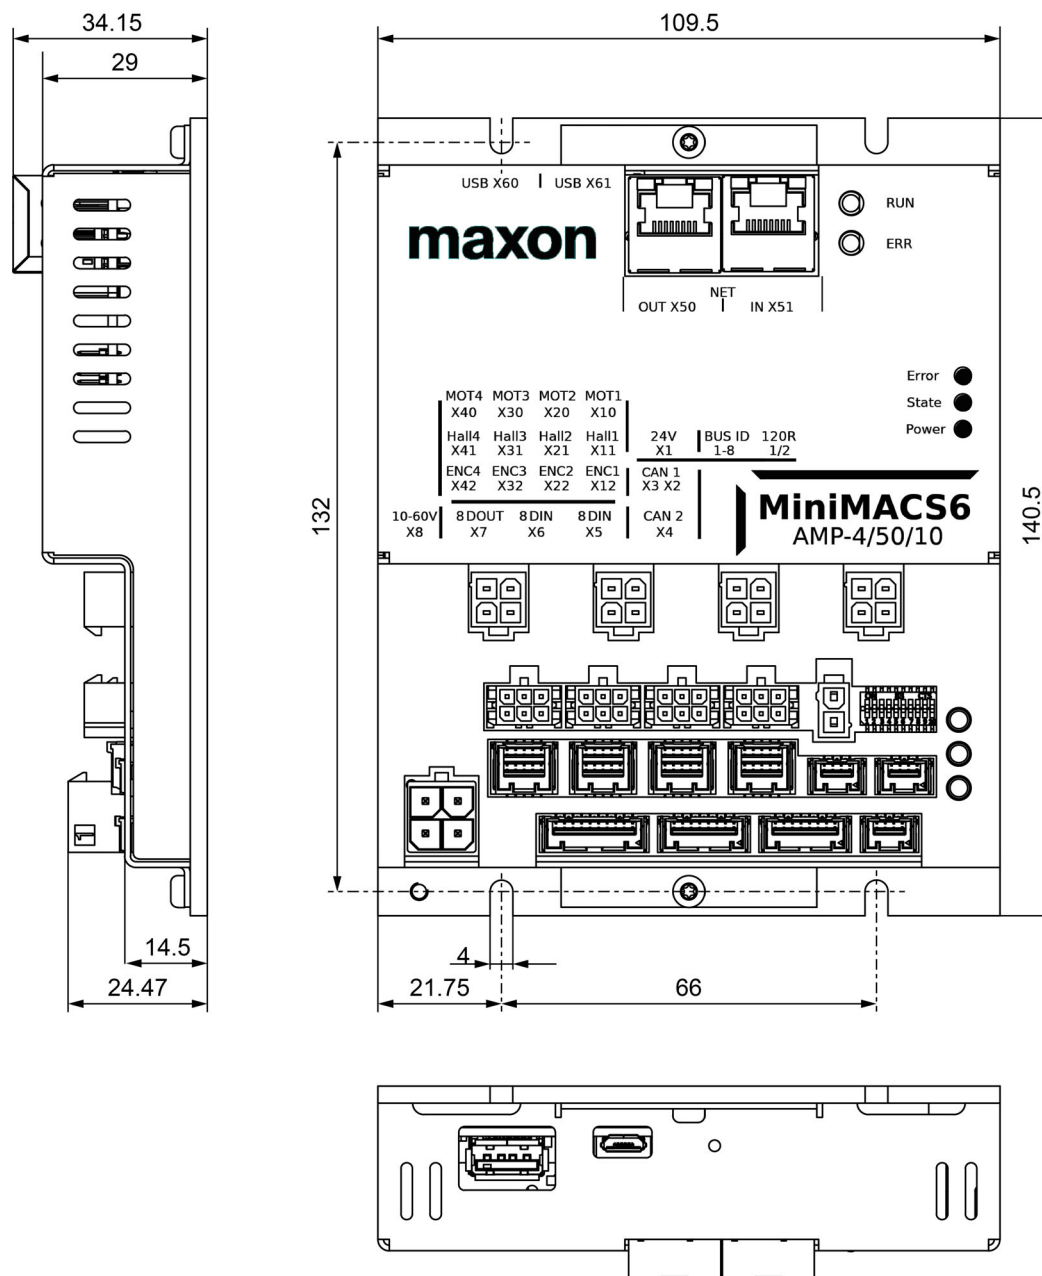

図 2-3 MiniMACS6-AMP-4/50/10-IF1 EtherCAT (001757) and MiniMACS6-AMP-4/50/10-IF1 Ethernet (001784) – 外形寸法 [mm] (第一角法)
- 型番 (001757) および (001784) → 図 2-3 2-15 ページ